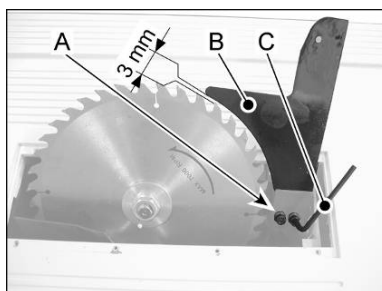

Fig. 11
Der Spaltkeil (B, Fig. 11) wird mit 2 Innensechskantschrauben (A) befestigt. Ziehen Sie diese mit dem gelieferten Inbusschlüssel (C) kräftig fest.